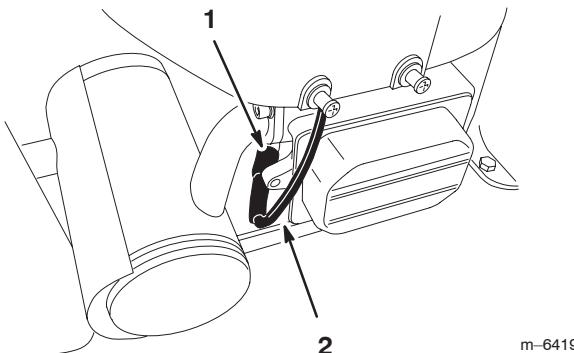

Figure 29
6. Débranchez la bougie (Fig. 29).
8. Déposez la bougie et sa rondelle métallique (Fig. 29).
3. Branchez la bougie (Fig. 29).